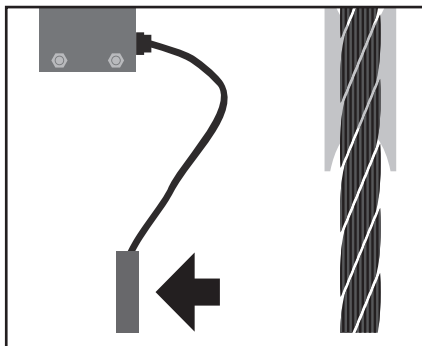

Fig. 21
2. Acheminez le câble vers le haut via le conduit de câbles (Fig. 21).